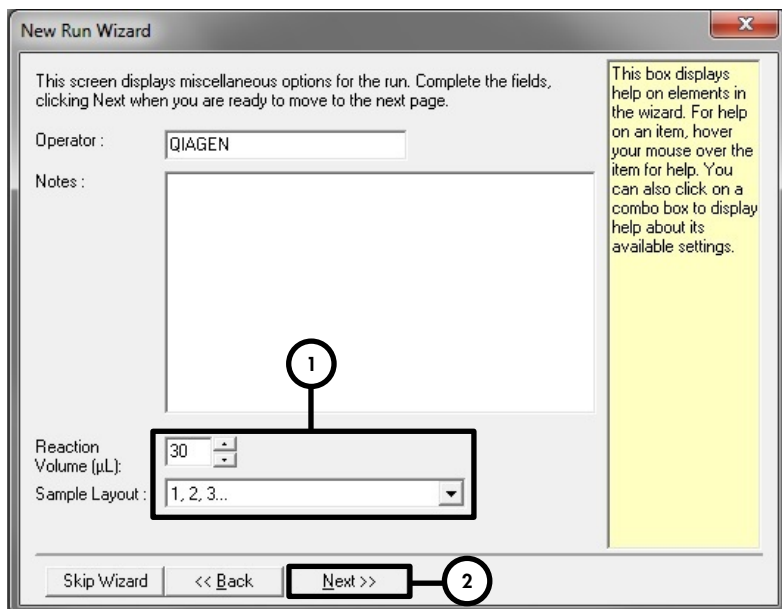

Figure 3. Définition des paramètres généraux de dosage
8. Sélectionner **30** comme volume de réaction de la PCR et cliquer sur **Next** (Suivant) (figure 3).